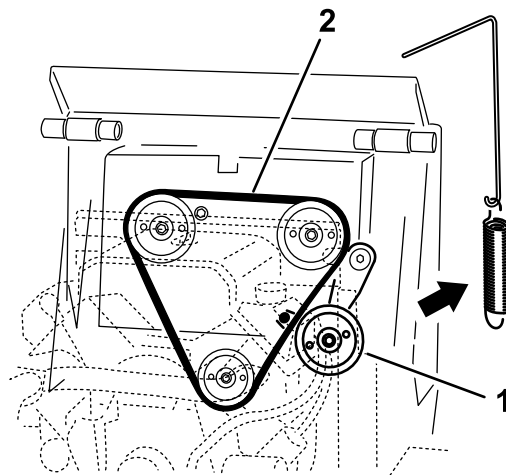

Figura 58
5. Retire el muelle de la polea tensora del conjunto de la polea tensora (**Figura 58**).
7. Instale una nueva correa de transmisión alrededor de las 3 poleas (**Figura 58**).